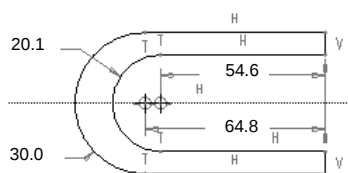

图 4.18.9 移动尺寸至合适的位置
Step2. 移动尺寸至合适的位置, 此时图形如图 4.18.9 所示。